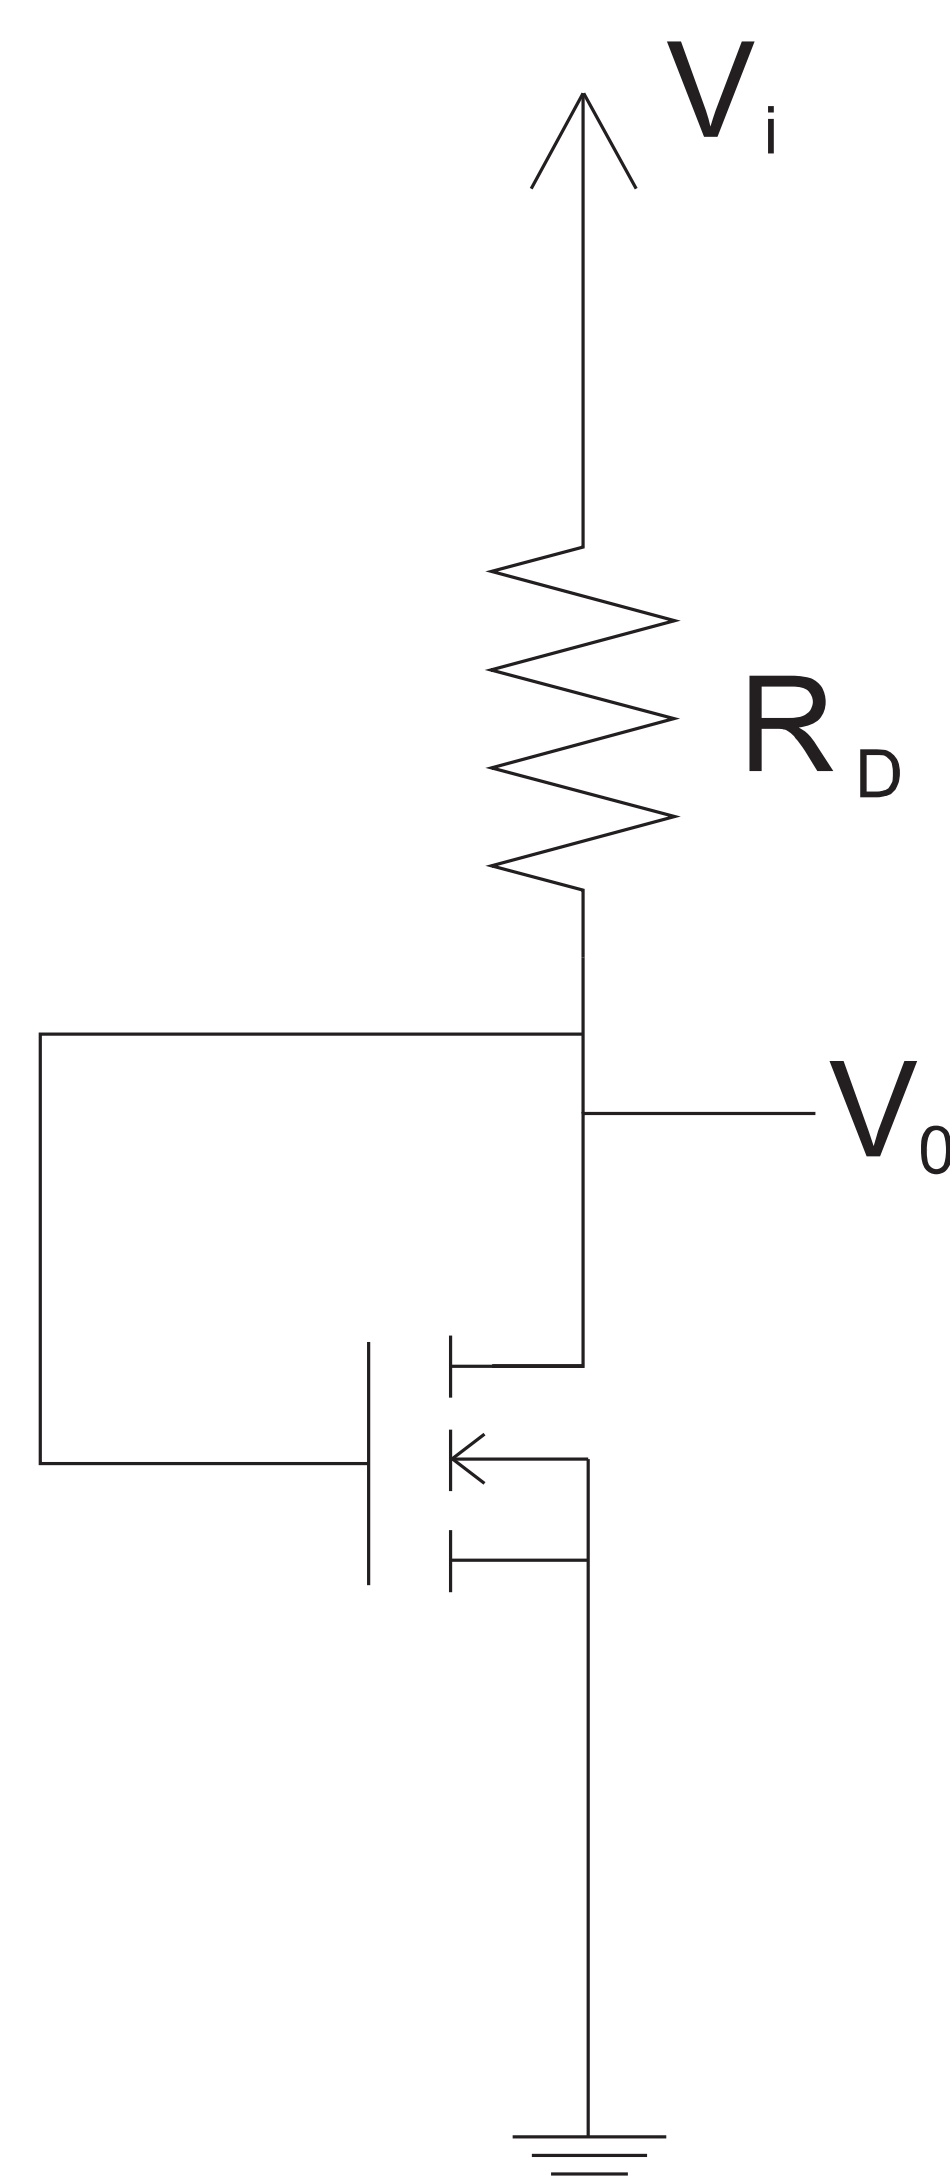

Figura 6.3: Montaje experimental para la medida de la característica I-V de un NMOS.
1. Para el montaje de la figura 6.3, mida los valores de R_G y R_D .
5. Para el montaje de la figura 6.3, mida el valor de R_D .
6. Para el montaje de la figura 6.3, realice al menos quince medidas diferentes variando el valor de V_i y construya una tabla en la que aparezcan las medidas siguientes: